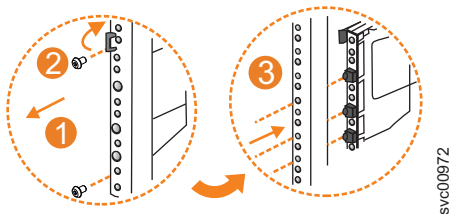

図 114. 前面フレーム・ブラケットからのレール・アセンブリーの取り外し
1. 図 114 に示すように、外部レール・セクションを前面ブラケット・アセンブリーに固定している 2 本のねじを取り外します。
2. 図 114 に示すように、レール・セクションを前面ブラケットから引き離して、取り外します。